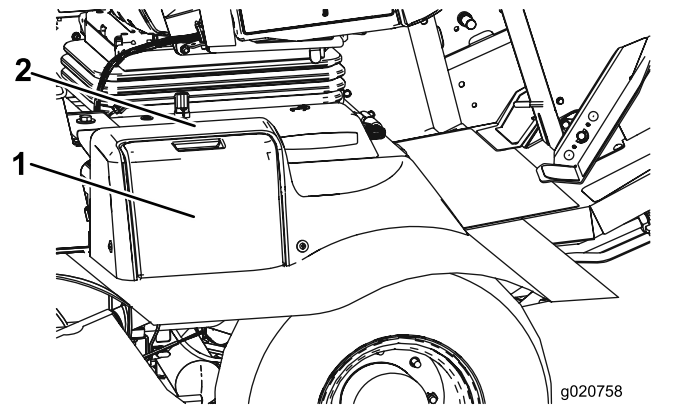

Bild 97
1. Öffnen Sie die Batterieabdeckung an der Seite der Abdeckung (Bild 97).
Hinweis: Üben Sie Druck auf die flache Oberfläche über der Batterieabdeckung aus, um das Entfernen der Abdeckung zu erleichtern (Bild 97).